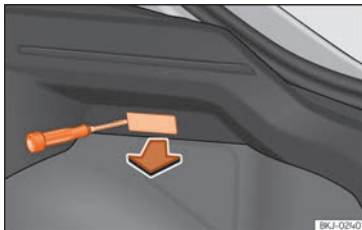

**Fig. 113** Luce del bagagliaio.
- Estrarre il paralume facendo pressione sul bordo della parte interna dello stesso aiutandosi con la parte piana di un cacciavite »» fig. 113.